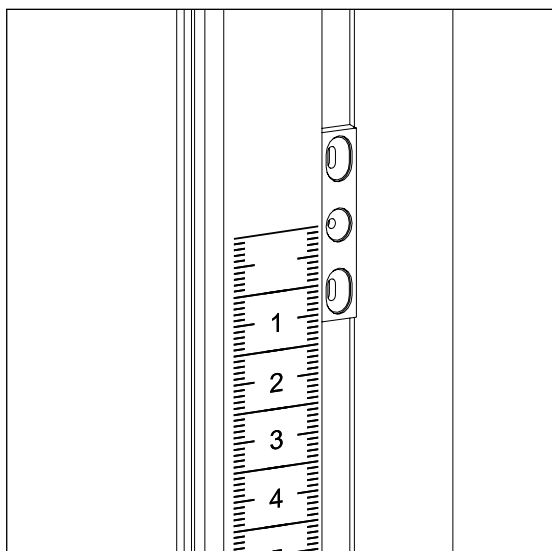
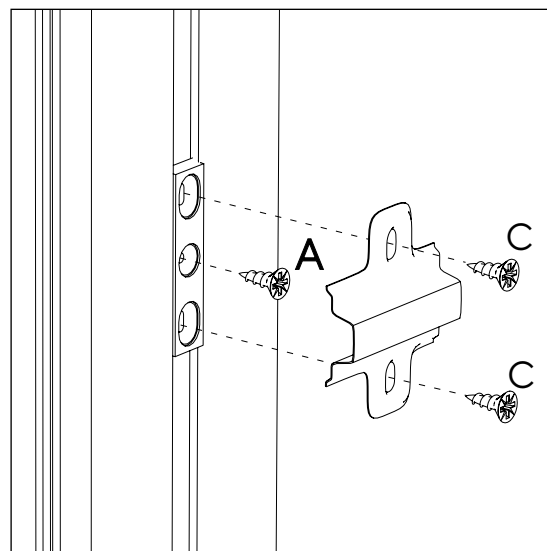
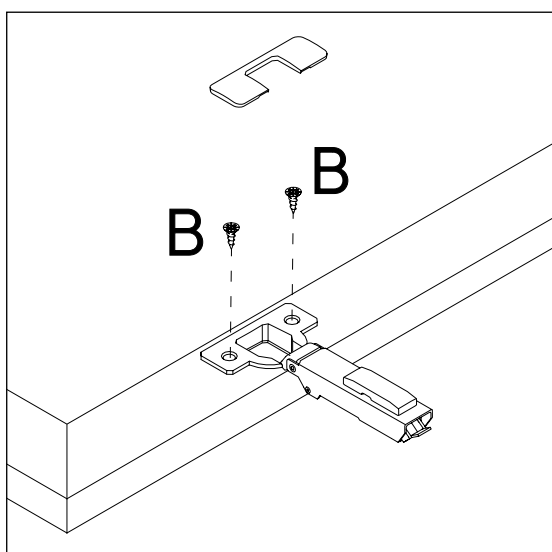

РИС. 26
РИС. 27
РИС. 28
Установите монтажные планки SPC-03 в левом и правом основном профиле SPC-08 на необходимой высоте Рис.26 и закрепите их саморезами (A) 3x9 в центральное отверстие Рис. 27. Закрепите ответные части петель через монтажные планки SPC-03 при помощи саморезов (C) 3x16 в основные профили SPC-08 Рис. 27. Установите и закрепите петли в алюминиевых фасадах при помощи саморезов (B) 3x13 Рис. 28. Произведите монтаж петель на ответные планки и защелкните их для фиксации Рис. 29.